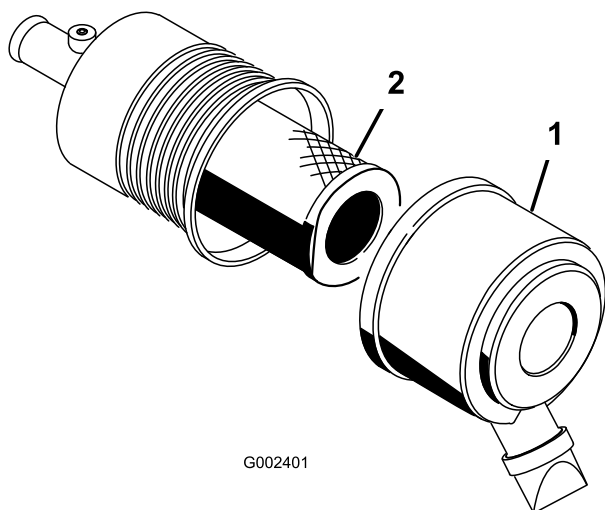

Figura 42
1. Liberte os trincos do filtro de ar e empurre a tampa do filtro de ar para fora do corpo do filtro (Figura 42).
4. Deslize suavemente o filtro principal para fora do corpo do filtro (Figura 42). Evite que o filtro bata na parte lateral do corpo.
7. Se estiver a substituir o filtro de segurança, faça deslizar cuidadosamente o novo filtro para o corpo do filtro (Figura 42).
8. Deslize cuidadosamente o filtro principal sobre o filtro de segurança (Figura 42). Assegure-se de que fica está bem colocado empurrando-o pelo anel exterior do filtro quando o instalar.
9. Instale a cobertura do filtro de ar com o lado indicado como UP virado para cima e prenda os trincos (Figura 42).